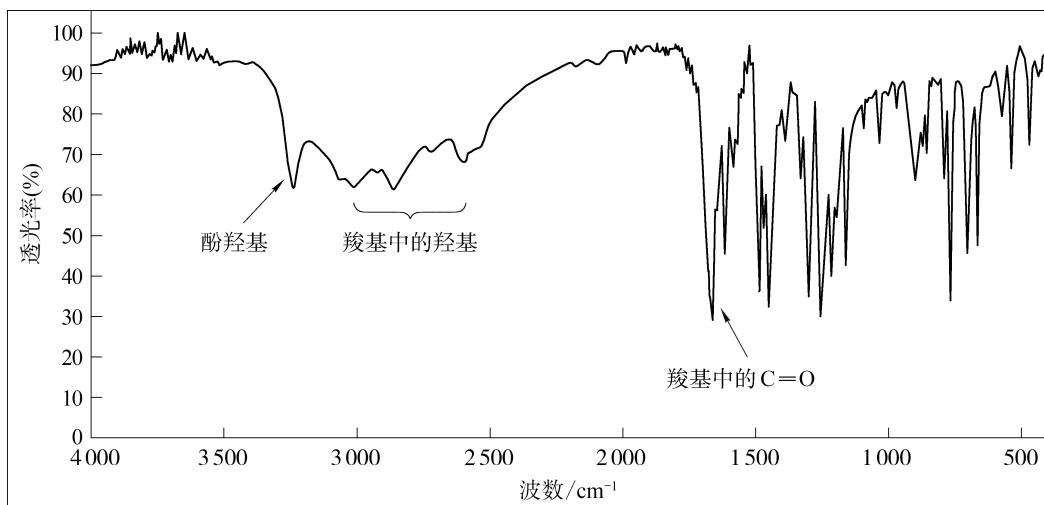
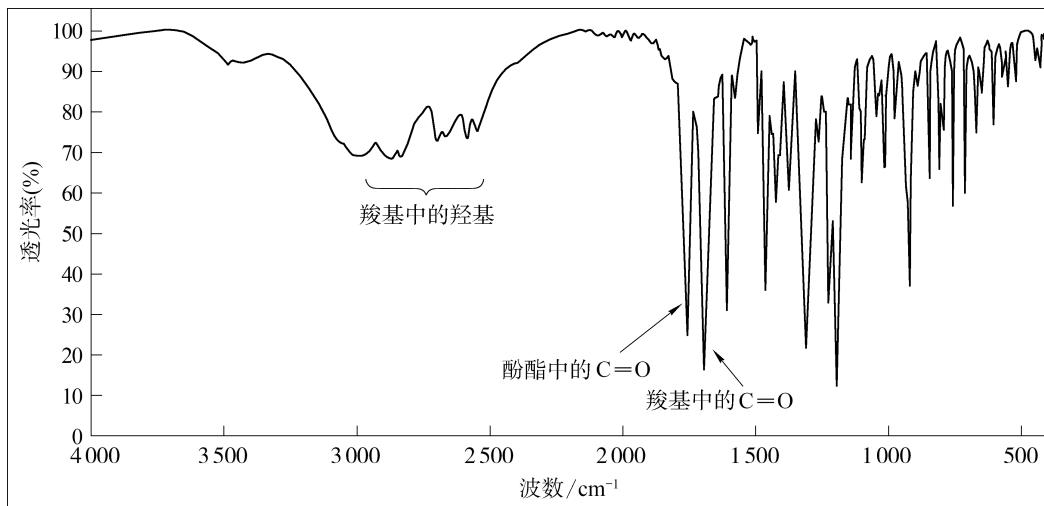
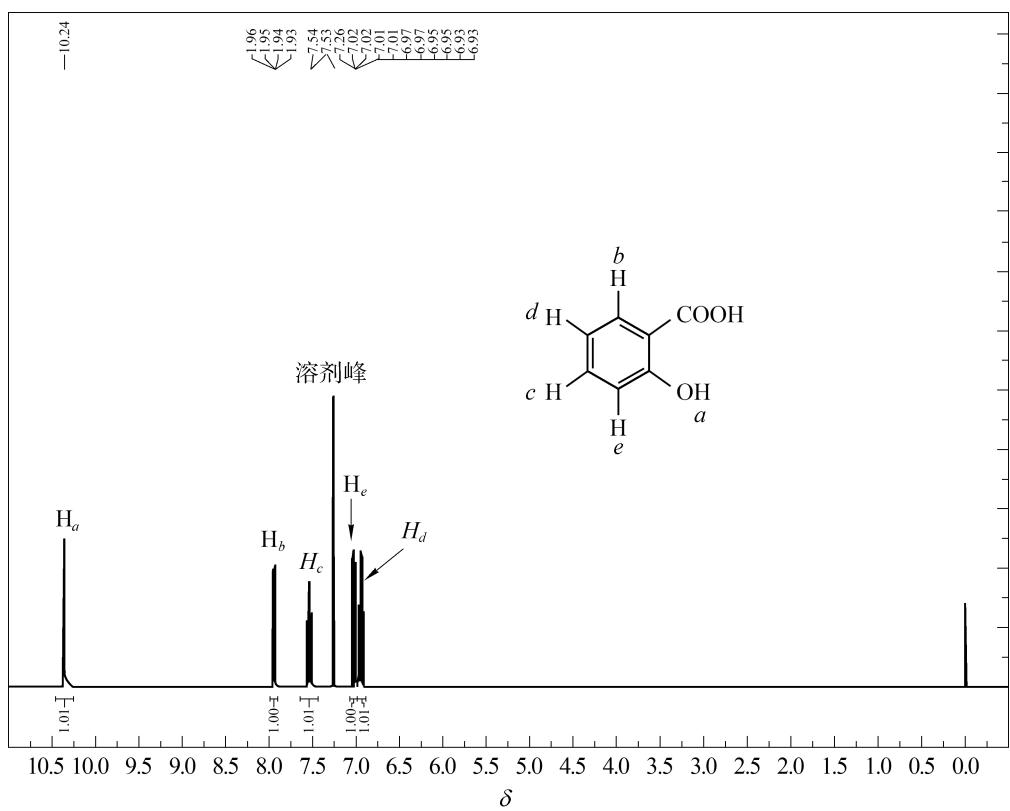
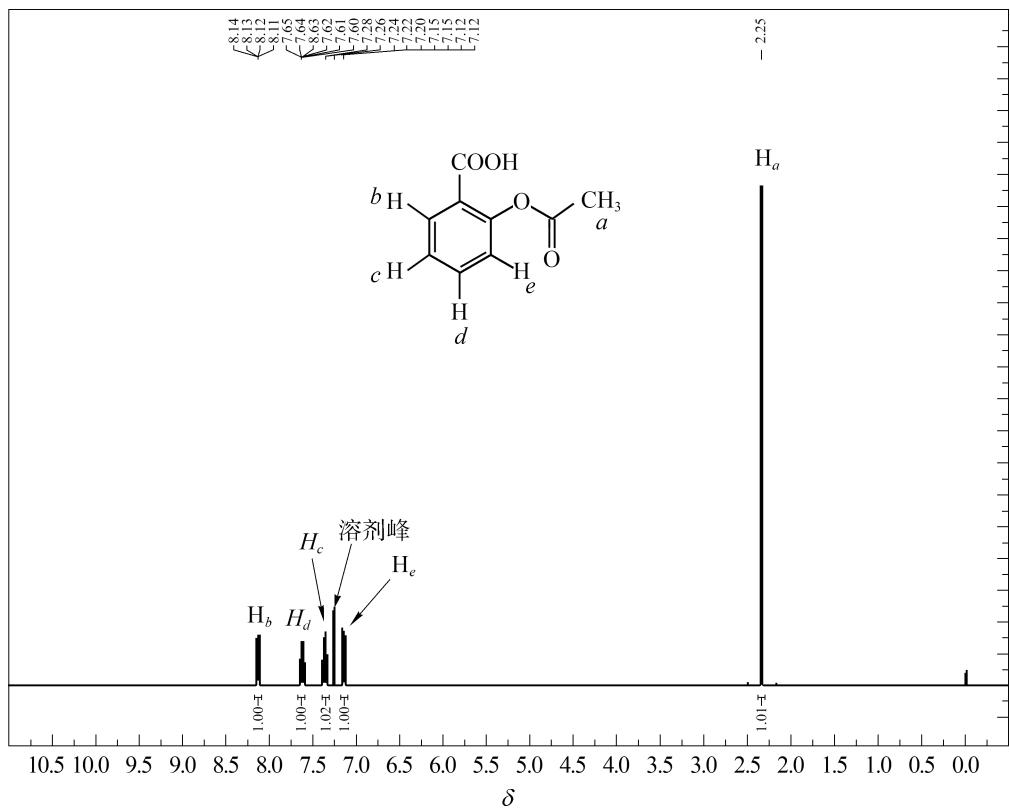

图 17.3 水杨酸的红外光谱图
图 17.4 阿司匹林的红外光谱图
图 17.5 水杨酸的核磁共振氢谱图
图 17.6 阿司匹林的核磁共振氢谱图
分别取 5 mg 水杨酸和阿司匹林纯品进行红外光谱和¹H 核磁共振波谱的测试，结合谱图（图 17.3、图 17.4、图 17.5、图 17.6），对产物的分子结构进行解析。
3. 查阅资料，解释水杨酸和阿司匹林的核磁共振氢谱图（图 17.5、图 17.6）中，为何没有出现羧基氢（—COOH）的化学位移值？